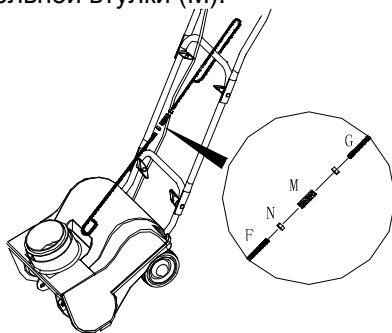

Рис.4
2. Произведите сборку регулировочного рычага разгрузочного желоба (3) (Рис.4). Соедините стержни (F) и (B) при помощи двух гаек (N) и 1 соединительной втулки (M).